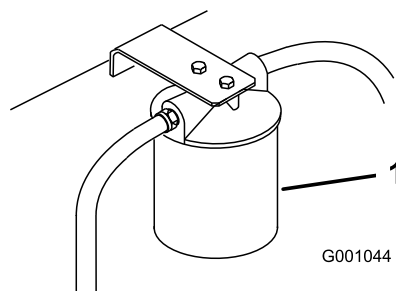

Figura 70
3. Collocate una bacinella di spurgo sotto il filtro, togliete il filtro usato e pulite la guarnizione di riduzione del filtro (Figura 70).